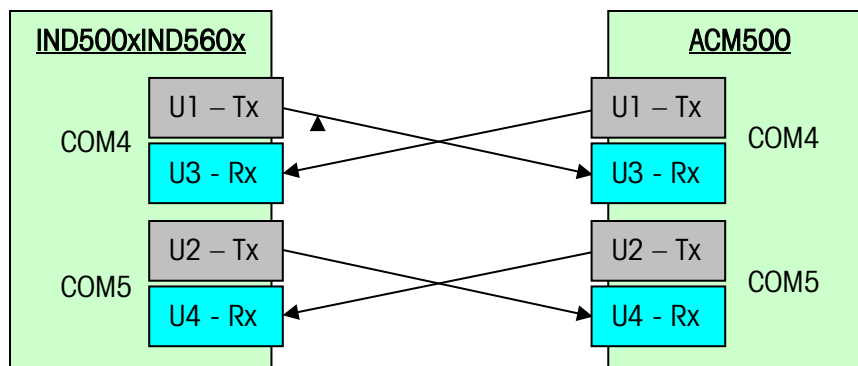

Figura 3-10: Diagrama de Conexão de Cabo de Fibra Óptica
2. Ao conectar os cabos de fibra óptica para COM4, determine que dois cabos de fibra óptica venham da porta COM4 do IND500x/IND560x. Conecte o cabo de fibra óptica a partir do transmissor de COM4 IND500x/IND560x (U1) no receptor de COM4 do ACM500 (U3) e o cabo do receptor de COM4 de IND500x/IND560x (U3) no transmissor de COM4 do ACM500(U1). Consulte a Figura 3-9 para ajudar a identificar os transmissores e receptores na placa de interface de fibra óptica do ACM500. A Figura 3-10 mostra a fiação correta entre o IND500x/IND560x e o ACM500.